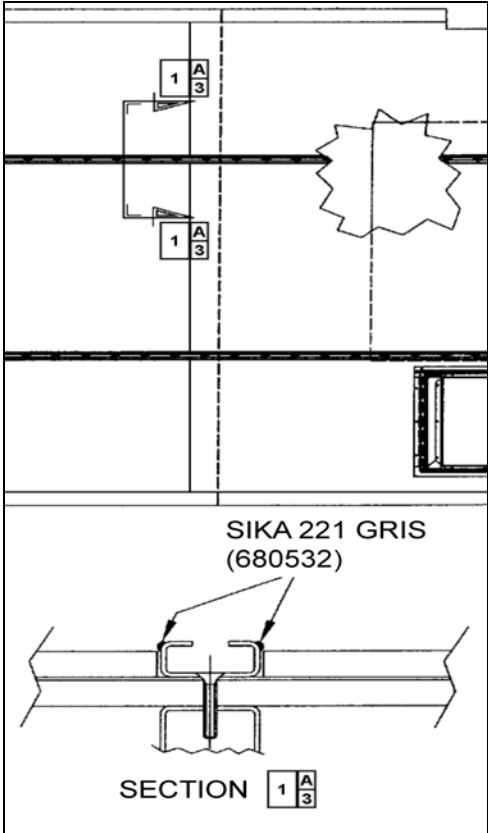

FIGURE 26: APPLICATION DE SIKA 221 GRIS
8. Appliquer du produit d'étanchéité Sikaflex 221 gris (680532) le long des voies de fixation du siège passager (voir la Figure 26).